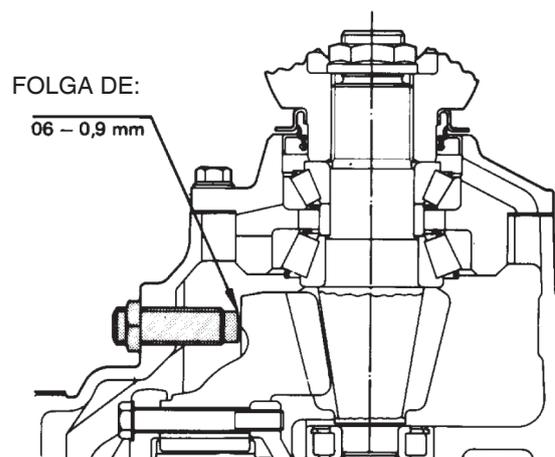

Figura 81
- A. Após os ajustes do conjunto, rosqueie o parafuso com a respectiva porca até que sua extremidade encoste na face traseira da coroa e retorne 1/3 de volta para garantir uma folga de 0,6-0,9 mm (Figura 81). Aplique, na porca, o torque especificado na seção TORQUES DE APERTO.